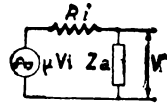

Figure 1
Après avoir indiqué les circuits équivalents (fig. 1 et 2) respectifs à la contre-réaction de tension (1) et à la contre-réaction d'intensité (2), il fait ressortir l'influence des variations de tension et d'intensité des formules ci-après :